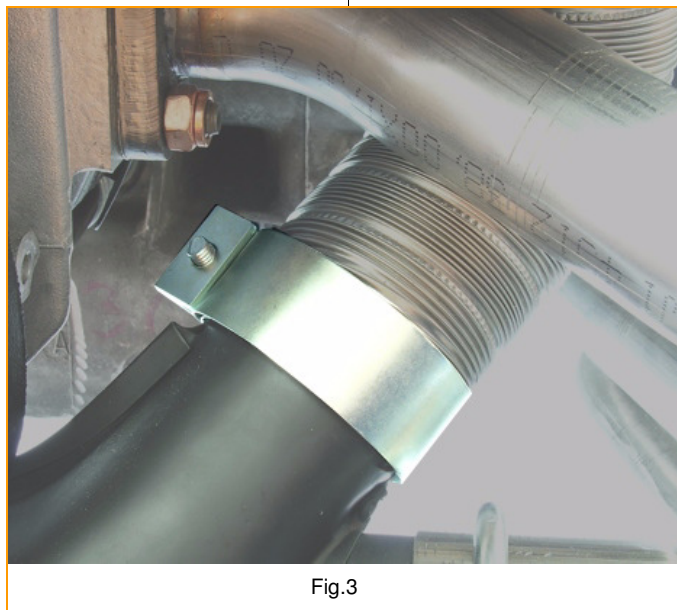

Fig.3
- If you have purchased a system with heater option you now have to install clamps and hoses between fan shroud and heat exchanger. Therefore use our stainless steel heater hose (cut into 2 (same length) pieces, 1 for each site), which have to lead through the rear engine tin from the fan shroud to the heat exchanger directly without the header. (Fig.3)
- Stellen Sie, sofern vorhanden, die Heizungsanschlüsse zwischen Gebläsekasten und Wärmetauscher her. Verwenden Sie dazu den mitgelieferten Edelstahl-Heizschlauch, den Sie in zwei gleichlange Schläuche teilen. Jeweils pro Seite die Schläuche vom Gebläsekasten durch die Heizungsschlauchöffnung des Motorabschlussbleches direkt zu den Wärmetauschern verlegen und anschließen. Abschließend mit den Serienschlauchschellen vor Ablösen sichern. (Fig. 3)